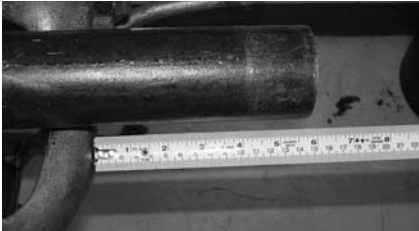

Figura 9 – Verificación de que el tubo montado en el Accionamiento 300 sobresale lo suficiente para poder prepararlo
3. Introduzca el tubo que va a preparar en el Accionamiento Motorizado, según las instrucciones de su manual. Deje que el tubo asome del portabrocas o del carro (si lo tiene) por lo menos 5" (127 mm) (Figura 9). No agarre el tubo de ninguna parte que será limpiada porque esto podría dañar la superficie del tubo y, en el futuro, provocar fugas. Asegúrese de que dispone de suficiente espacio para maniobrar a la vez la taladradora y la Preparadora. Con un escariador, lija o herramienta similar, quítele al tubo cualquier rebaba interna que podría obstruir su flujo.